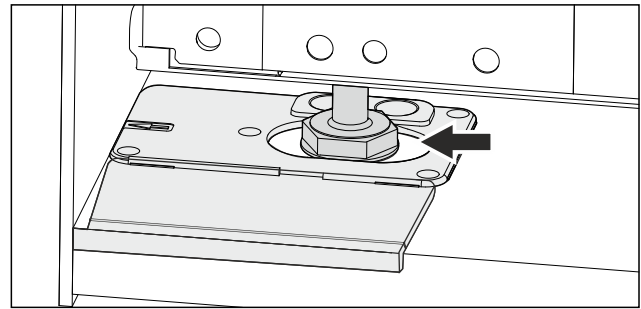

Fig. 45
- Gerät über die Stellfüße ausrichten. Fig. 45 ()